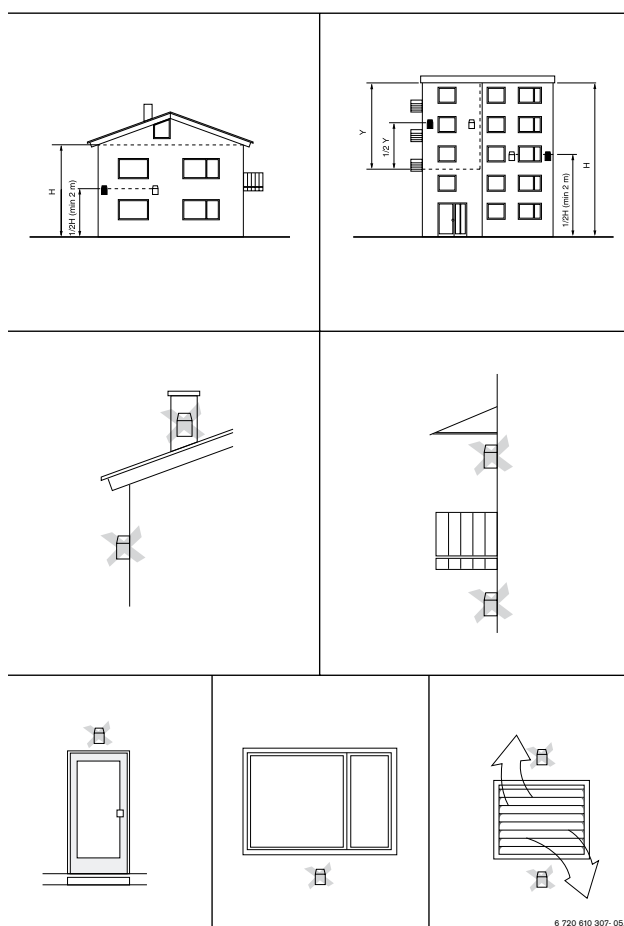

Bild 8 Position des Außentemperaturfühlers
- optimale Montagehöhe: (vertikale) Mitte der von der Anlage beheizten Höhe ($H \frac{1}{2}$ in Bild 8)